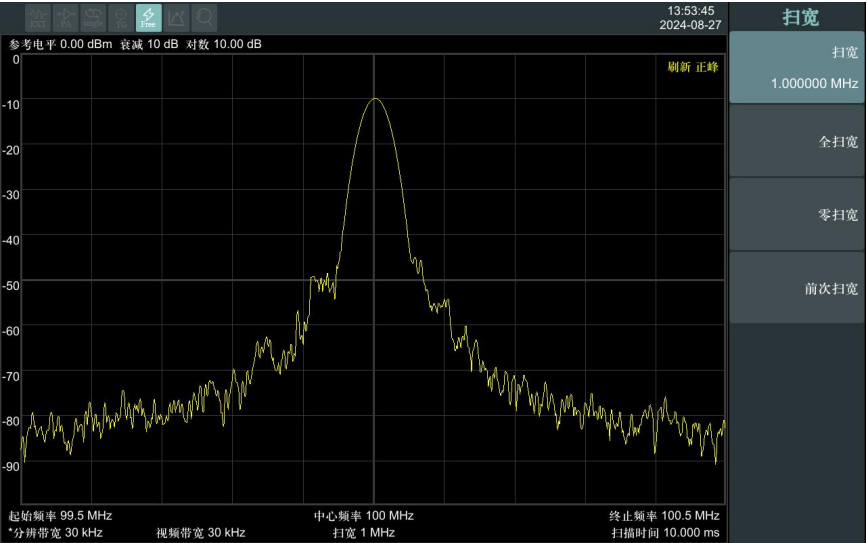

图 3-8 全扫宽
1) 首先设置频谱仪到默认的初始状态，按频谱仪的【Preset】键。频谱仪显示了从 9 kHz 到最大扫频宽度的频谱，在 100 MHz 的地方，信号源产生的信号以一条垂直的直线出现，同时产生的谐波信号也以垂直线的形式出现在频率为 100 MHz 的整数倍处, 如图 3-8 所示。